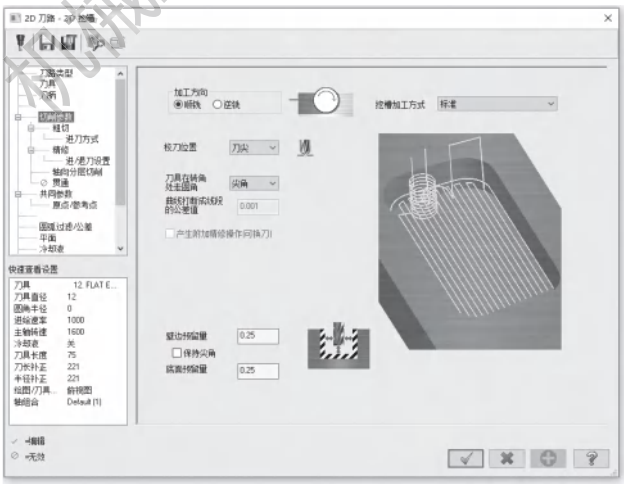

图 3-34 切削参数选项卡
3) 打开【切削参数】选项卡，在【类型】选项的下拉列表中选择【标准】选项，设置【壁边预留量】与【底面预留量】为 0.25mm，其他参数按默认设置，如图 3-34 所示。